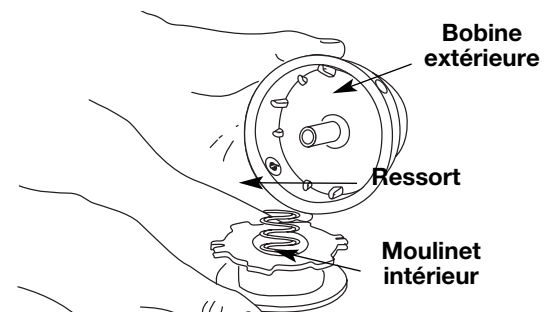

Fig. 16
- Retirez le moulinet intérieur de la bobine extérieure (Fig. 16).
- Retirez le ressort du moulinet (Fig. 16).
2. Retirez l'ancien moulinet intérieur de la bobine extérieure (Fig. 16).
3. Retirez le ressort de l'ancien moulinet intérieur (Fig. 16).